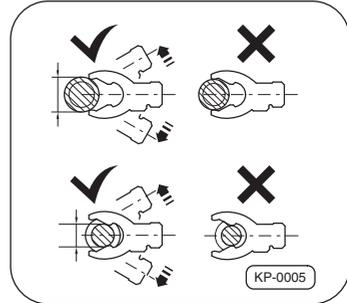

Abb. 10 · Verschleißkontrolle Grenzmaßlehre
- 1 Mit den Zweizonen Grenzmaßlehren von SAF-HOLLAND die Abnutzung am Umfang des Zugsattelzapfens überprüfen ⇒ Abb. 10.